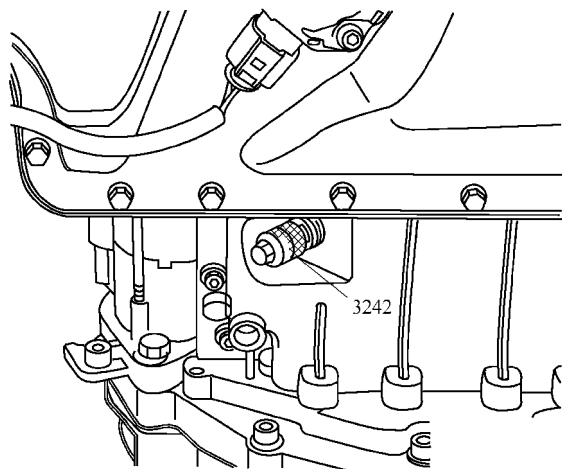

图 1-3-72 曲轴已用固定螺栓 3242 固定在上止点位置
1) 安装前, 控制机构驱动链已安装。曲轴已用固定螺栓 3242 固定在上止点位置, 如图 1-3-72 所示。凸轮轴固定装置 T40070 已安装在两只气缸盖上并已用 $25\text{N} \cdot \text{m}$ 的力矩拧紧。